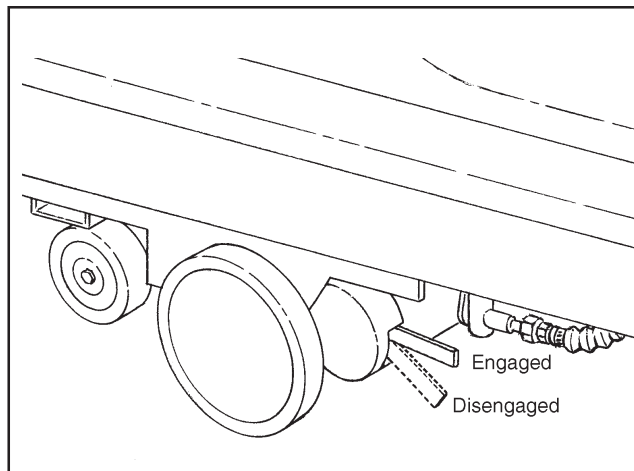

Figura 7
**Freno de mano (opcional) (figura 7)**